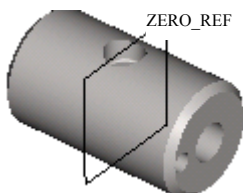
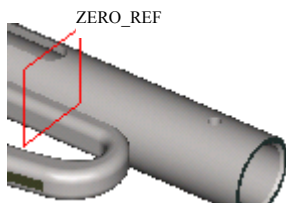

图 12.5.40 活塞零件的 ZERO_REF 基准平面
图 12.5.41 主体零件的 ZERO_REF 基准平面
(1) 查找并选取运动轴。选择下拉菜单 **编辑(E)** \rightarrow **查找(F)...** 命令，系统弹出“搜索工具”对话框；在“查找”列表选取“平移轴”，在“查找范围”列表选取 CORK_DRIVER.ASM 子装配，然后单击 **立即查找** 按钮；在结果列表选取运动轴 Connection_1c.first_trans_axis_，并单击 **>>** 按钮将其加入选定栏中，最后单击 **关闭** 按钮，关闭对话框。
(2) 选择下拉菜单 **编辑(E)** \rightarrow **运动轴** 命令，系统弹出“运动轴”对话框，在该对话框中进行下列操作。
① 在连接件和组件上选取零参照。查找并选取活塞 (Piston) 零件中的 ZERO_REF 基准平面和主体 (Body) 零件中的 ZERO_REF 基准平面，如图 12.5.40 和图 12.5.41 所示。